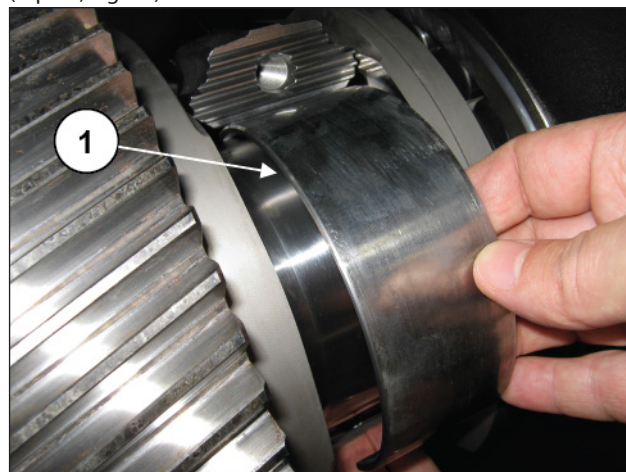

Fig. 32
Dégager les trois demi-coussinets supérieurs des demi-bielles (rep. ①, Fig. 32).